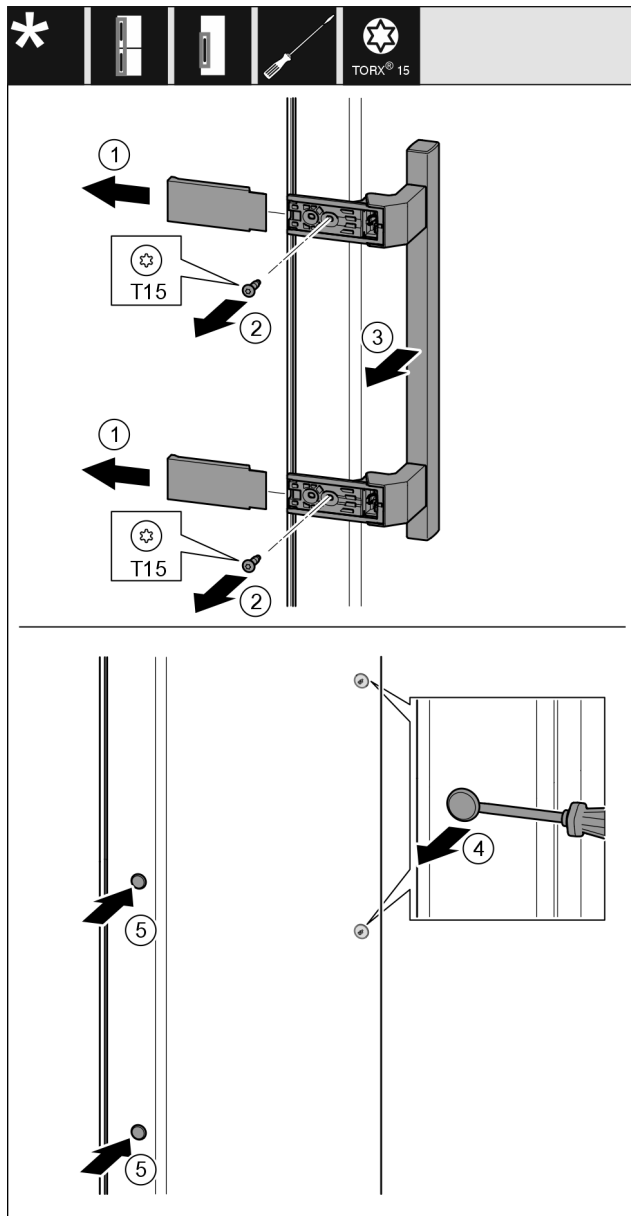

Fig. 21
- ▶ Îndepărtați capacul Fig. 21 (1).
- ▶ Demontați șuruburile Fig. 21 (2) cu șurubelnița.
- ▶ Îndepărtați mânerul Fig. 21 (3).
- ▶ Ridicați cu precauție dopul lateral Fig. 21 (4) cu o șurubelniță plată și extrageți-l.
- ▶ Introduceți dopul Fig. 21 (5) pe partea opusă.